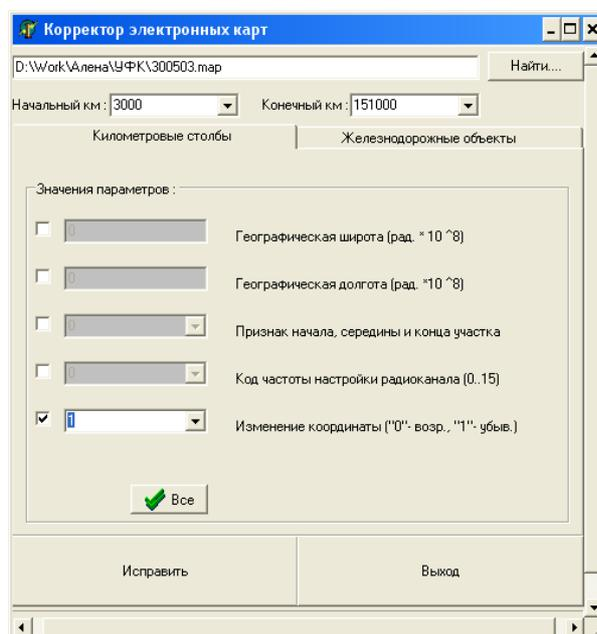

Рисунок 2.47
б) «Километровые столбы» (рисунок 2.47).
**Закладка «Километровые столбы»** (рисунок 2.47) служит для корректировки макета ЭК по замечаниям, выявленным при анализе таблиц «по км-столбам...» и «БД по объектам».